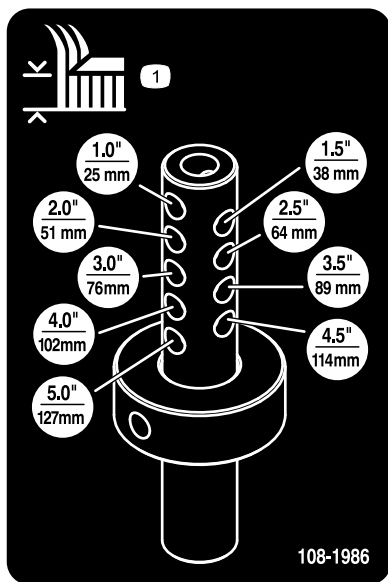

Figura 10
6. Alinee el collar de ajuste de la altura de corte con los taladros de ajuste de la altura de corte deseados de la varilla de ajuste de la altura de corte (Figura 10).